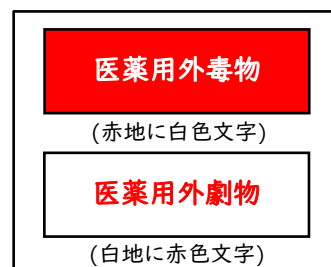

図8 劇毒物の表示
(2) 毒物、劇物、危険物の容器
(3) 薬品戸棚などの施錠と表示
- 毒物及び劇物を貯蔵し、陳列する場所（薬品棚、戸棚、棚など）に、**図8**のように、毒物については、赤地に白色で「医薬用外毒物」の文字を表示し、劇物については、白地に赤色で「医薬用外劇物」の文字を表示しなければなりません。